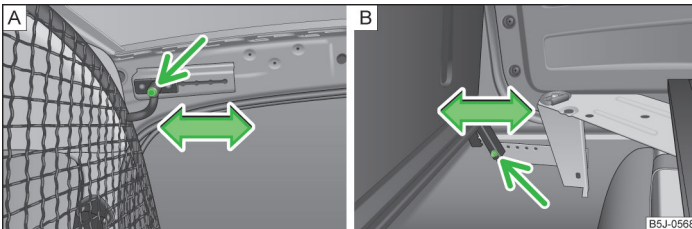

Abb. 77 Obere / untere Aufnahme der Sicherheitstrennwand
- › Auf jeder Seite im oberen Bereich der Karosserie eine Schraube » Abb. 77 - und im unteren Bereich eine Schraube » Abb. 77 - herauserschrauben.